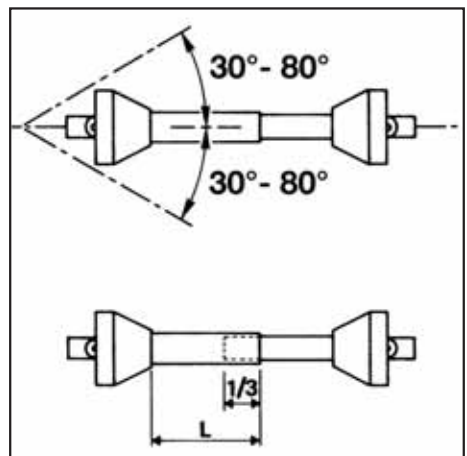

Fig. 12
- L'albero cardanico deve essere scelto in modo adeguato per quanto riguarda la lunghezza (Fig. 12) e la potenza trasmissibile.
- Controllare che i tubi telescopici in posizione di lavoro siano accoppiati per almeno 1/3 della loro lunghezza e che comunque non puntino tra loro. Quando si effettuano curve con la presa di forza in rotazione, non superare l'inclinazione di 30° (Fig. 12). Con giunto cardanico omocinetico si può raggiungere un'inclinazione massima di 80°.